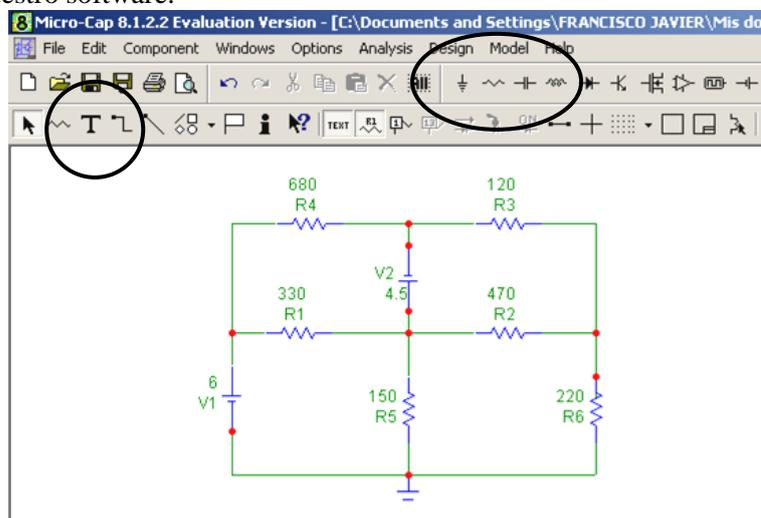

Figura 3.8
- Una vez definidos todos los elementos, debe procederse a unir los elementos de forma que queden conectados como el circuito de la figura 3.8 –se marca los iconos que efectúan dicho paso- Una vez representado nuestro circuito, se hace necesario calcular aquello que necesitamos, y tendremos que indicárselo a nuestro software.